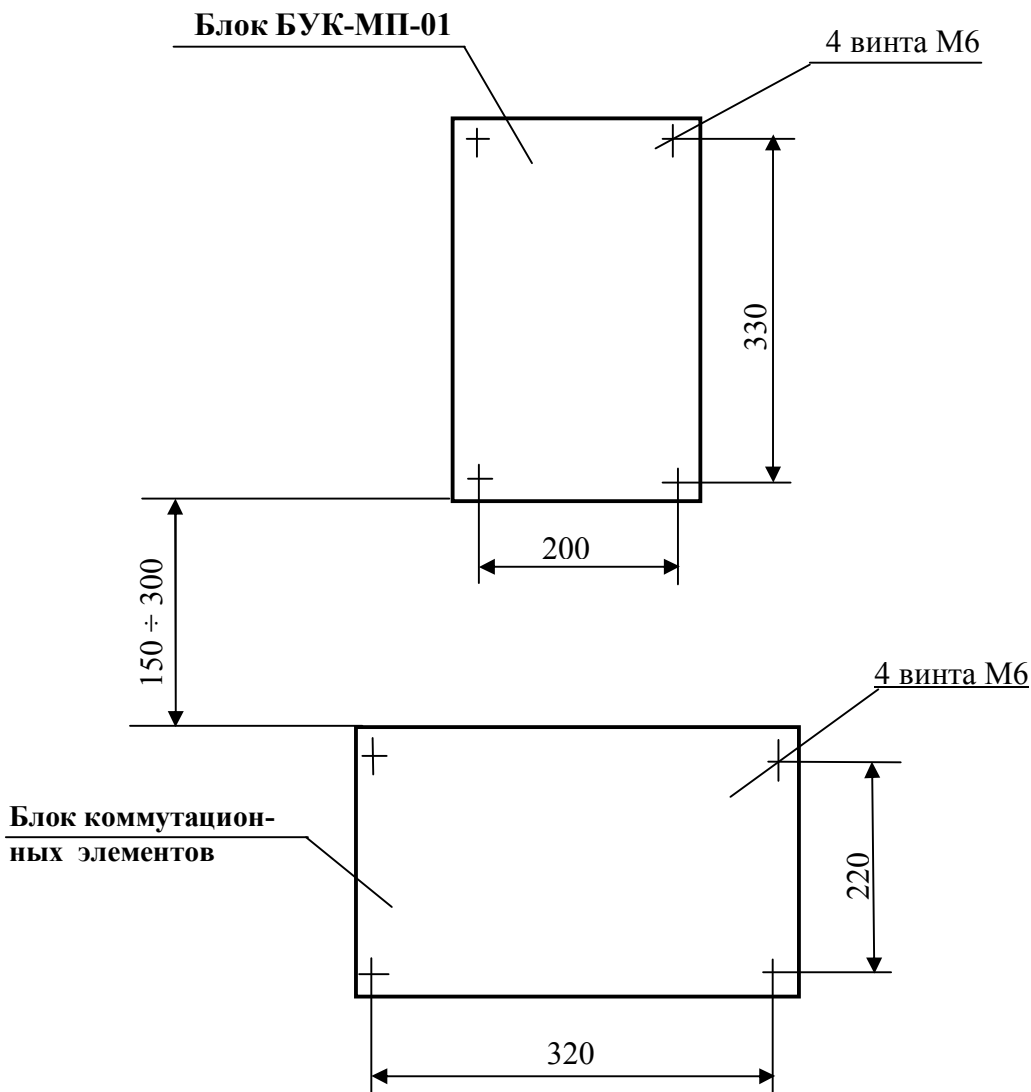

Рис. 1. Разметка под установку блока БУК-МП-01 и блока коммутационных элементов.
2.2.1. Блок **БУК-МП-01** устанавливается на вертикальной плоскости (щите) на высоте 1500-1700 мм от уровня пола. Блок коммутационных элементов (для подключения внешнего монтажа) располагается на расстоянии 150 – 300 мм ниже блока. См. рис.1